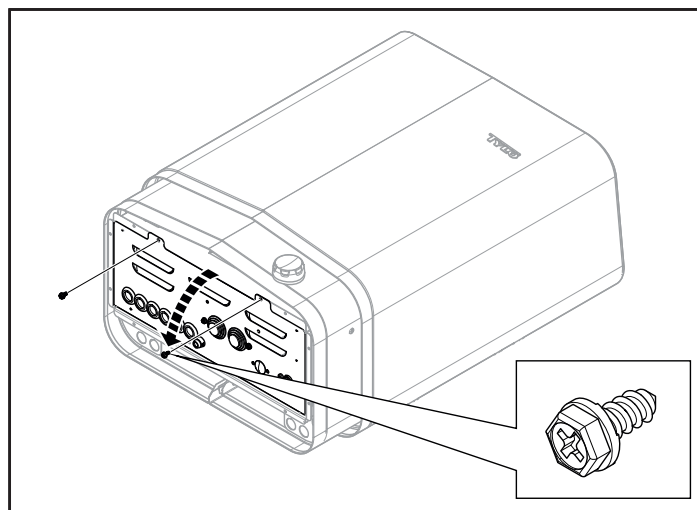

Fig 7: Öppna/stänga luckan
2. Lossa skruvarna och öppna luckan (se Fig 7).
7. Stäng luckan och skruva i skruvarna (se Fig 7, sidan 3).